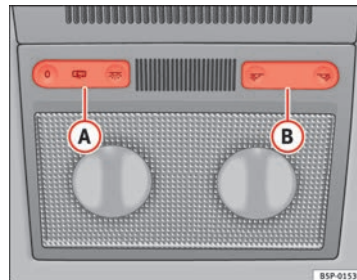
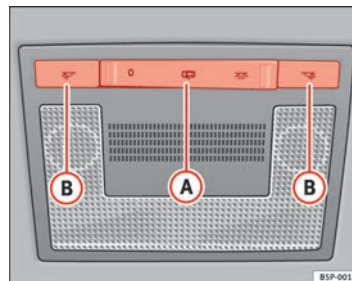

Fig. 80 Ciel de pavillon :
Fig. 81 Ciel de pavillon :
Appuyez sur la touche correspondante ⇒ fig. 80 (B) et ⇒ fig. 81 (B) pour allumer la lampe de lecture.